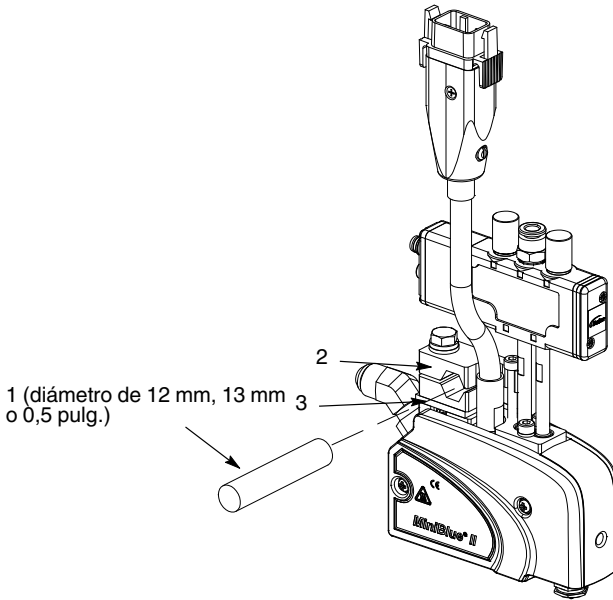

Figura 9: Montaje del aplicador utilizando una abrazadera (se muestra un aplicador SlimLine)
1. Ver la figura 9. Colocar la(s) abrazadera(s) del aplicador en una barra de montaje de 12 mm, 13 mm, o 0,5 pulg., o desmontar la(s) abrazadera(s) y volver a montarla(s) (con el aplicador y los aisladores) en la barra de montaje. Asegurarse de que los aisladores se coloquen entre el distribuidor y la(s) abrazadera(s).